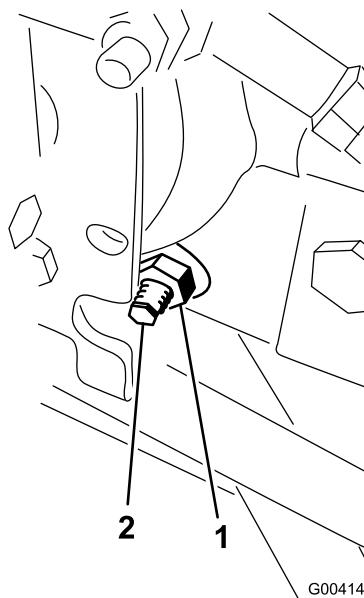

Рисунок 49
3. С правой стороны гидростата ослабьте контргайку кулачка регулировки тяги (Рисунок 49).